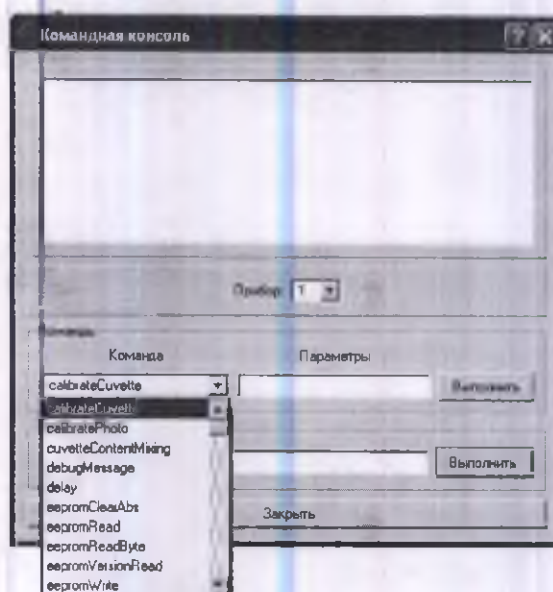

Рисунок 13-1
- 5) Выберите **photoSetFilter** (Рисунок 13-1) в списке команд.